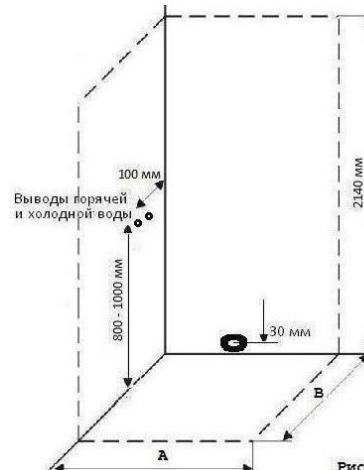

Рис.1
7. Для обеспечения слива воды из поддона канализационная труба должна быть ниже дна поддона. Уровень канализации не должен превышать 30 мм от пола до центра канализационной трубы (рис.1).